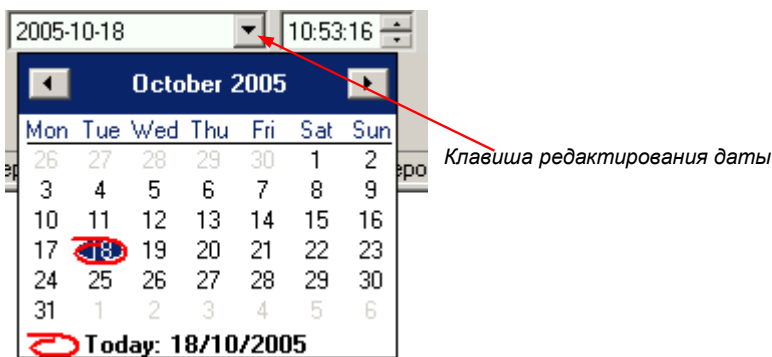

Рис. 3.4. Изменение даты начала.
- 1) Для изменения даты начала и даты окончания распечатываемых данных измерений кликните на стрелку справа от даты (рис. 3.4). Откроется окно календаря: